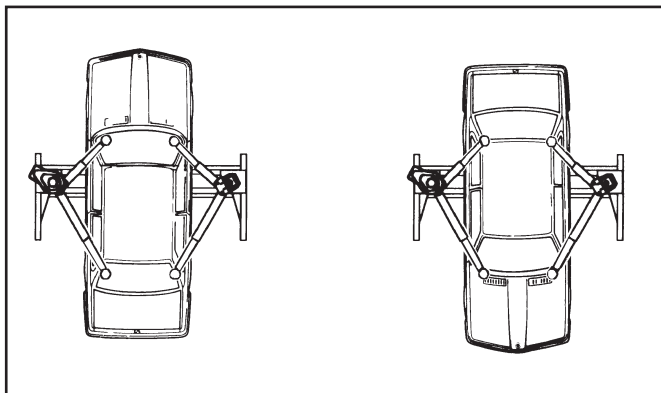

Fig.15 - Abb.15
È estremamente importante posizionare il mezzo sul sollevatore in modo da avere una corretta ripartizione dei pesi sui bracci (fig.15)
- il veicolo sia posizionato in maniera corretta (fig.15)
It is extremely important that the vehicle is positioned on the rack so as to achieve correct load distribution on the arms (see Fig.15).
- the vehicle is correctly positioned (see. fig.15)
Il est très important de bien positionner le véhicule sur l'élévateur pour avoir une répartition correcte des poids sur les bras (fig. 15).
- positionner correctement le véhicule (fig. 15).
Es ist sehr wichtig, das Fahrzeug derart auf der Hebebühne zu positionieren, daß das Gewicht gleichmäßig auf den Armen verteilt ist (Abb. 15).
- das Fahrzeug korrekt positioniert ist (Abb. 15);
- el vehículo esté colocado de forma correcta (fig. 15).